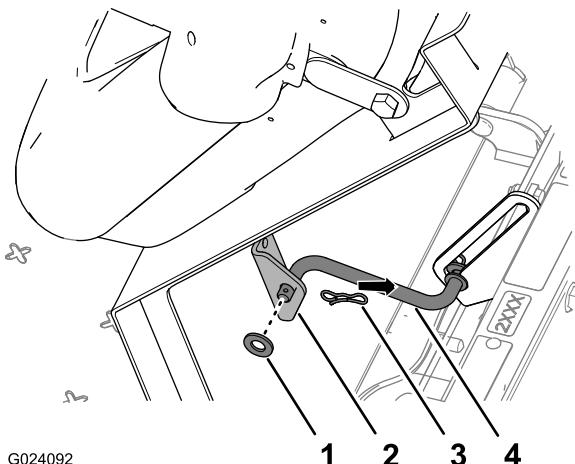

Figure 6
2. Retirez la goupille fendue qui fixe la bâquille au support au bas du plateau du siège (Figure 6).